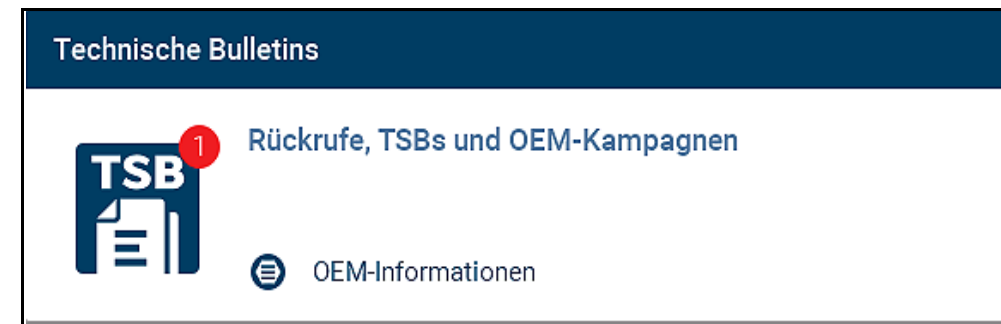

Abbildung 6-6
Die Registerkarte „Technische Bulletins“ (Abbildung 6-6) enthält einen Schnellzugriff auf verfügbare Informationen über OEM-Rückrufe, -TSB und -Kampagnen, die mit dem Code zusammenhängen.
- Ein rotes Symbol (Abbildung 6-6) zeigt die Gesamtanzahl an gefundenen Rückrufen, TSBs und OEM-Kampagnen an. Ein grünes Häkchen weist darauf hin, dass keine TSSs gefunden wurden.